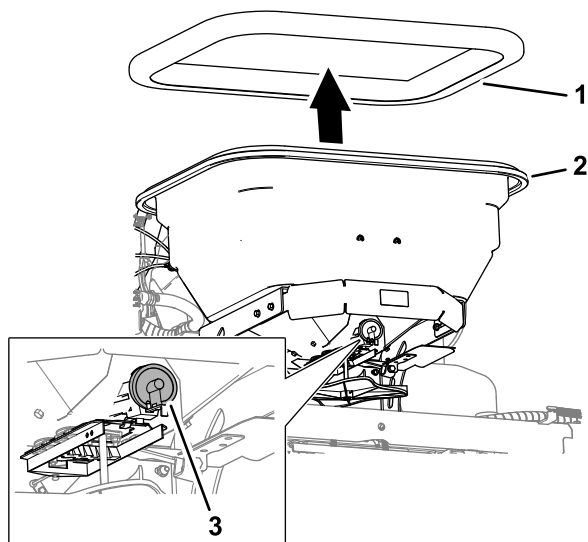

Figure 25
- Consultez les Tableaux d'épandage \(page 31\) pour déterminer le réglage de la came de dosage (Figure 25).
5. Enlevez le couvercle de la trémie, ajoutez le produit d'épandage et remettez le couvercle sur la trémie (Figure 25).